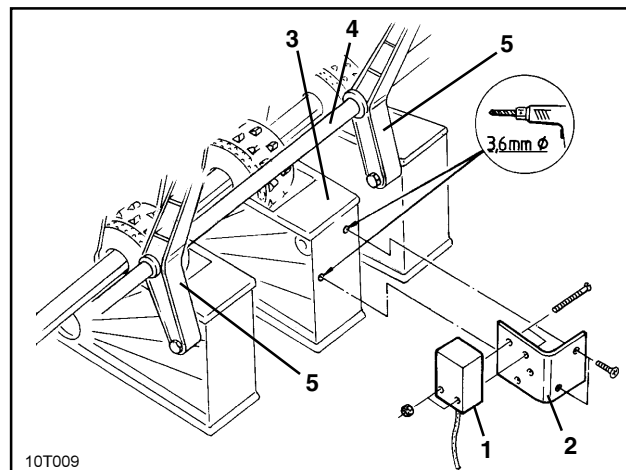

Fig. 10.3
- ☐ Sensor (Fig. 10.3/1) am Sensorhalter (Fig. 10.3/2) anschrauben.
- ☐ Zwei Löcher (Ø 3,6 mm) mit dem mitgelieferten Bohrer in ein Sägehäuse (Fig. 10.3/3) bohren. Wählen Sie ein Sägehäuse aus, das sich zwischen zwei Lagern (Fig. 10.3/5) der Vorgelegewelle (10.3/4) befindet.
- ☐ Sensorhalter (Fig. 10.3/2) am Sägehäuse anschrauben.